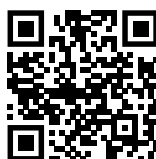

Fig. 86
- ▶ Atverkite Liebherr SmartMonitoring Dashboard. (žr. Fig. 86)